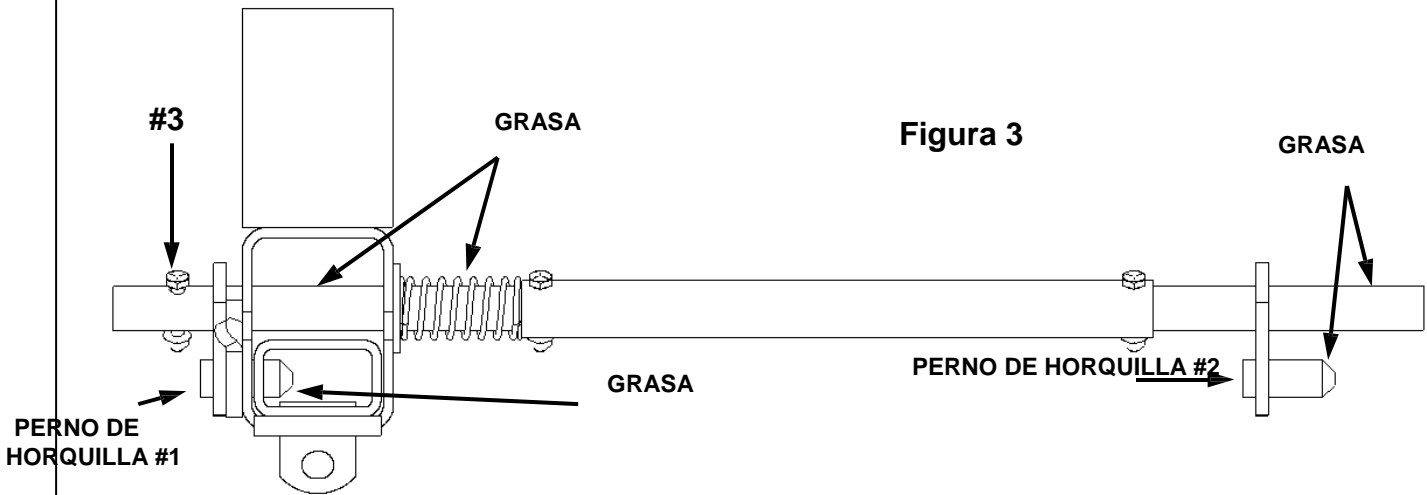

Figura 3
9. Engrase el perno de horquilla y libere el extremo del ensamble del tubo largo #2, el cual se encuentra conectado al ensamble de la rueda del lado de accionamiento. Ver Figura 3. Deslícelo en el Agujero #1 del ensamble de la rueda del lado del pasajero para que el perno de horquilla #1 se inserte en el agujero #2. Ver Figura 3 y 9. Coloque el montaje de la caja de la rueda en el lado del pasajero de los rieles base instalados y sujete en el lugar con los pernos de riel base y las horquillas suministrados con el kit de riel base. Ver Figura 1 para el uso correcto de la ranura. Ver Figura 8 para orientar el perno del riel base. El perno del riel base **DEBE** apuntar **HACIA AFUERA** de **TODOS** los tornillos anti-levantamiento en ambos montajes de la rueda.